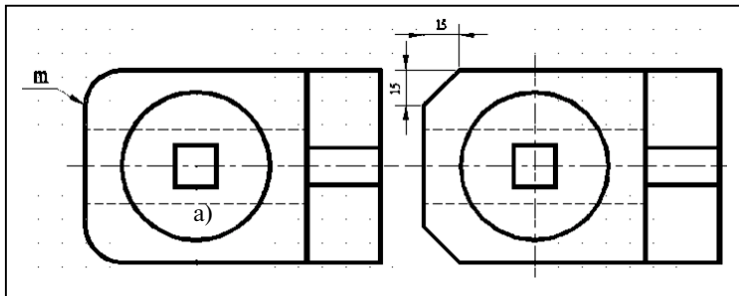

Рис. 6.17. Замена скруглений на основании детали фасками
1. Снять фаску с закругленных вершин полилинии на виде сверху детали с помощью команды «Фаска» (рис. 6.17).